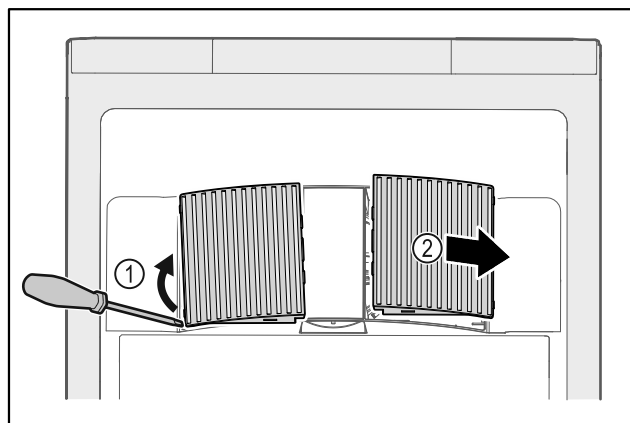

Fig. 59
- Lirk forsigtigt ventilatorafdækningerne ud fra siden Fig. 59 (1), og tag dem af forfra Fig. 59 (2).